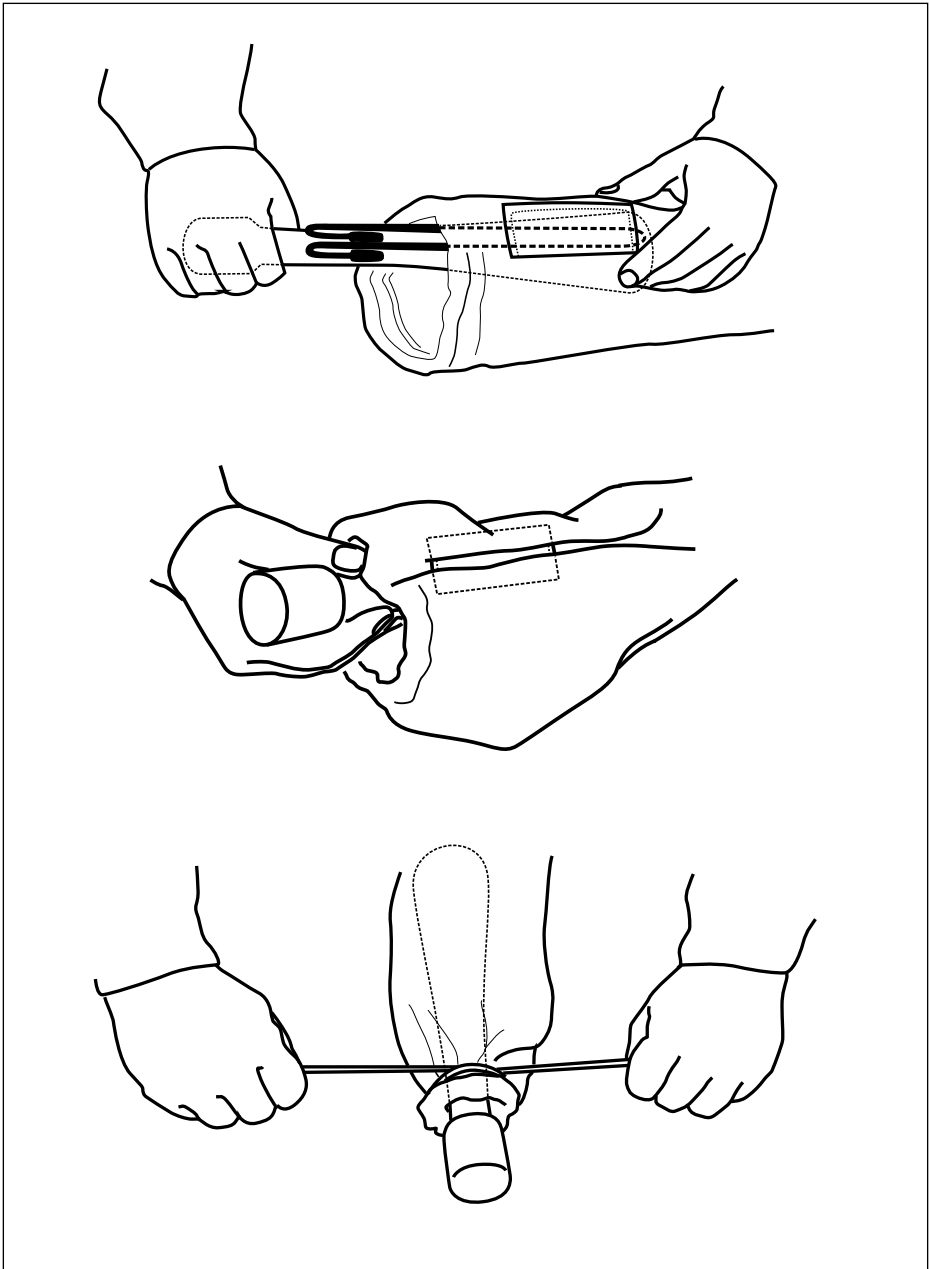

Abb. 4.1.1 Staubauffangbeutel
5.1 Staubauffangbeutel. Leeren Sie den Staubauffangbeutel regelmäßig. Dieser wird durch ein Gummiband und eine drahtverstärkte Naht am oberen Rand des Beutels am Educt-O-Matic befestigt. Die Naht wird an einer Metallklemme am Auslassrohr befestigt. Um den Beutel abzunehmen lösen Sie das Gummiband, und ziehen Sie den Beutel in Richtung des Gehäuses bis zu der Stelle wo die Naht des Beutels nicht mehr an der Klemme befestigt ist. Der Beutel kann entfernt und geleert werden. Um den Beutel wieder zu befestigen (Abb. 4.1.1), schieben Sie das Auslassrohr in den Beutel bis die Naht des Beutels über die Metallklemme gerutscht ist. Biegen Sie beide Verstärkungsdrähte an die Klemme heran und ziehen Sie den Beutel von dem Gehäuse weg, um die Verstärkungsdrähte einzuklemmen. Letztendlich befestigen Sie das Gummiband.